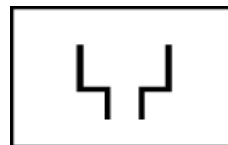

Fig.40
- 3- Durante la fase di scarico acqua apparirà sul display il messaggio di scarico. (Fig.40)